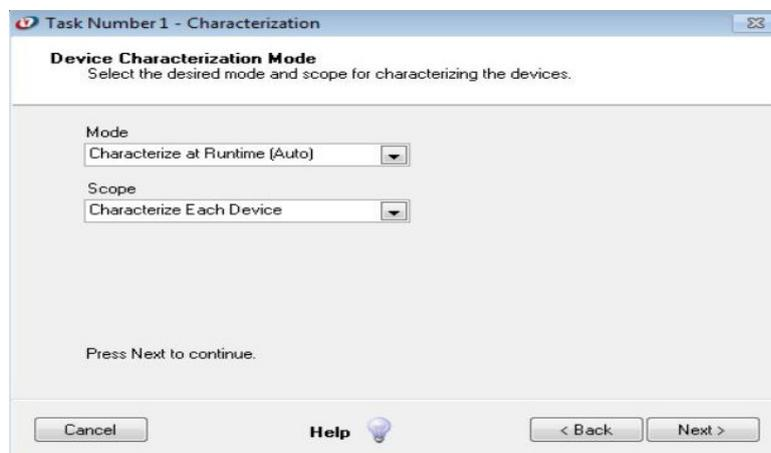

Figura 21: Modo de caracterização e caixa de diálogo de seleção de escopo.
g) Definição de modo de Caracterização e Detalhes: Observe que o modo de caracterização é usado para definir as posições de contato e final do curso, e o comprimento do curso necessário para a atuação automatizada de um dispositivo. Veja abaixo conforme Figura 21, a caixa de diálogo do modo de caracterização do dispositivo e seleção do escopo.
- Clique em *Mode* para que se selecione o modo de caracterização conforme Figura 21. A opção *Select at Runtime* que é padrão, permite que o usuário selecione/defina o modo de caracterização e escopo em tempo de execução. Esta opção permite ao usuário que crie métodos mais genéricos, útil para ambiente de desenvolvimento de métodos que possui mais flexibilidade. Escolha o modo de caracterização *Select at Runtime*, clique no botão *Next>* e em seguida clique no botão *Finish* na próxima caixa de diálogo. Nenhuma outra etapa é necessária para que se defina a etapa de caracterização.
- Clique em *Scope* conforme Figura 21 e selecione o escopo de caracterização. A opção *Each Device*, que é o modo padrão permite que cada dispositivo utilizado com o método seja caracterizado individualmente. Use esta opção para que se elimine qualquer variação entre dispositivos nos resultados dos testes. A opção *Each Device Lot*, permite que o primeiro dispositivo de cada lote de dispositivos usado com o método seja caracterizado. Os valores obtidos do dispositivo serão utilizados para todos os dispositivos subsequentes desse tipo de dispositivo específico.